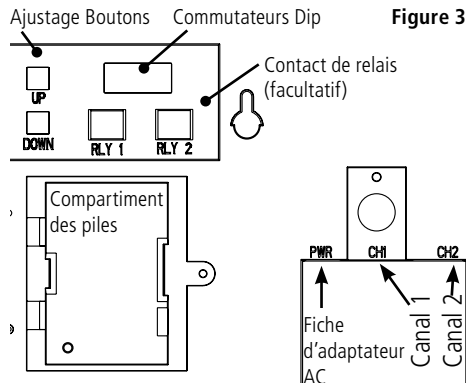

Figure 3
3. Insérez une pile 9V/AA et branchez l'adaptateur AC. (Veuillez consulter la figure 3)
- b. (Cette fonction ne devrait être utilisée que pour l'affinage de l'ajustage) Pour ajuster l'heure du graphe, pressez et maintenez enfoncés les boutons ADJUST-UP et ADJUST-DOWN situés à l'arrière de l'unité près du commutateur Dip (Veuillez consulter la figure 3). La diode LED verte clignotera rapidement pendant près de cinq secondes puis restera au vert. Dans cet état, le bouton ADJUST-UP fera avancer le graphe (dans le sens des aiguilles d'une montre) et le bouton ADJUST-DOWN le fera reculer (dans le sens contraire de celui des aiguilles d'une montre). Faites tourner le graphe jusqu'à arriver à l'heure correcte (et le jour, si cela est applicable) sur la flèche de durée sur le graphe. Une fois que vous avez configuré votre graphe, pressez le bouton PEN HOME pour sortir du mode d'ajustage de graphe (Chart Adjust). L'unité prendra une minute pour sortir du mode d'ajustage de graphe une fois que PEN HOME est pressé.
Pour configurer l'enregistreur KT6 pour votre application spécifique, vous pourriez avoir à changer certains réglages des commutateurs Dip. Les commutateurs Dip sont situés à l'arrière de l'unité (Veuillez consulter la figure 3). Utilisez un stylo ou un petit tournevis pour modifier les réglages des commutateurs. **Souvenez-vous d'installer le graphe correct correspondant au réglage du commutateur Dip.**
3. 9V/AA-Batterie einfügen und in Wechselstromadapter stecken (siehe Abbildung 3)
- b. (Dieses Feature sollte nur zur Feineinstellung verwendet werden) Um die Diagrammzeit einzustellen, passen Sie die Diagrammzeit an, drücken und halten Sie die neben dem Abblendschalter (siehe Abbildung 3) auf der Rückseite der Geräteeinheit befindlichen ADJUST-UP und ADJUST-DOWN gedrückt. Die grüne LED blinkt in schneller Folge etwas fünfmal auf, danach verbleibt die LED in einem satten Grün In diesem Zustand bewegt der ADJUST-UP Button das Diagramm weiter (im Uhrzeigersinn) und der ADJUST-DOWN Button bewegt das Diagramm rückwärts weiter (entgegen dem Uhrzeigersinn). Rotieren Sie das Diagramm solange weiter, bis auf dem Diagramm der Zeitzeiger auf die korrekte Stunde (und Tag, falls angebracht) zeigt. Nachdem Sie das Diagramm eingestellt haben, drücken Sie den STIFT HOME Button, um den Diagramm-Einrichtungsmodus zu verlassen. Nach Drücken des STIFT HOME Buttons dauert es eine Minute bis zum Verlassen des Diagramm-Einrichtungsmodus.
Zum Einstellen des KT6 Aufzeichnungsgeräts für Ihre spezifischen Anwendungen könnte es erforderlich sein, dass Sie die Abblendschalter ändern. Die Abblendschalter befinden sich auf der Rückseite der Geräteeinheit (Abbildung 3). Verwenden Sie einen kleinen Schraubenzieher, um die Schalter umzustellen.